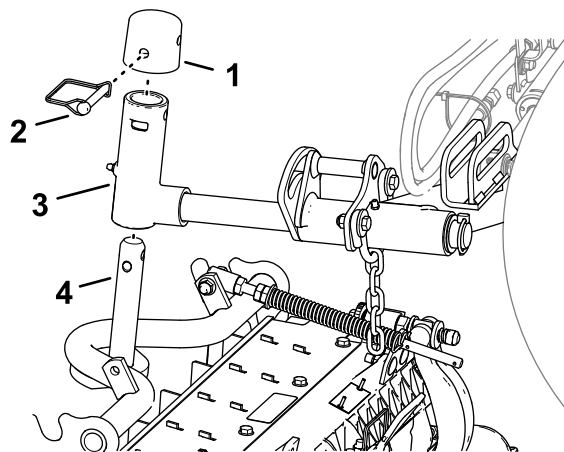

Figura 23
- Deslice una unidad de corte debajo del brazo de elevación (Figura 23).